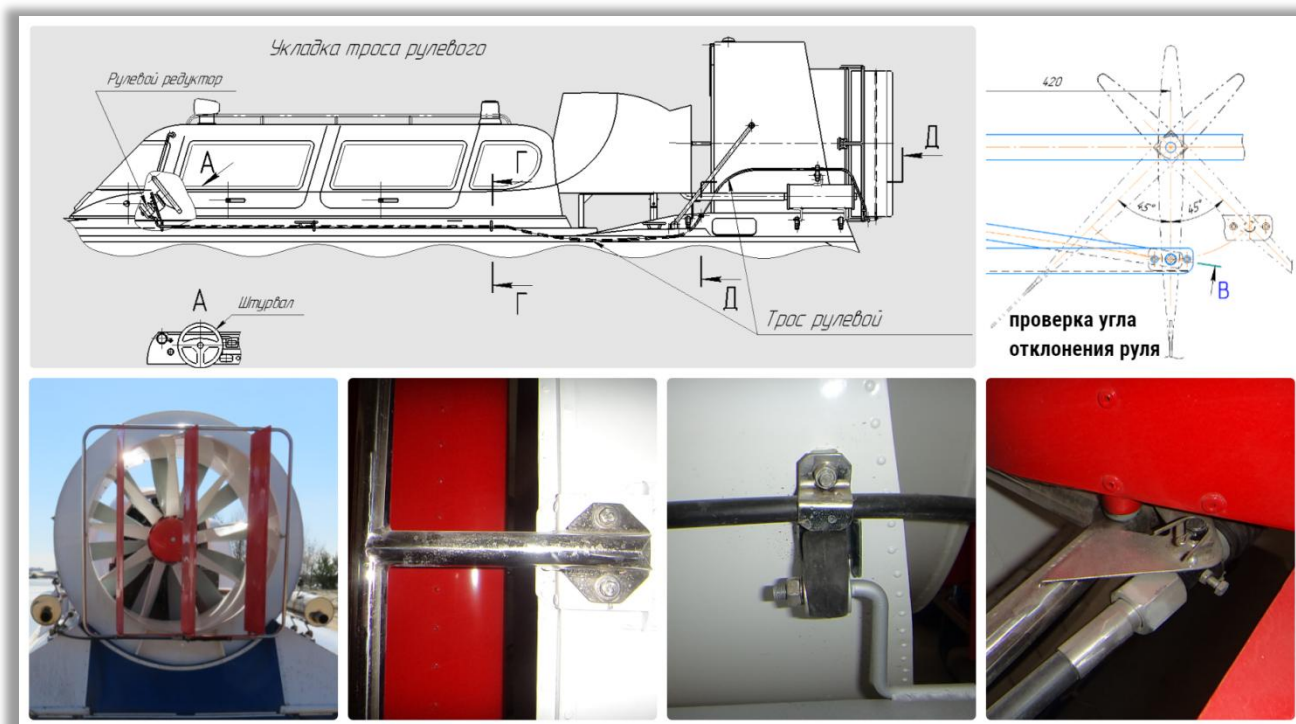

Рисунок XIV-1
- 1) Осмотрите рулевой блок в кормовой части судна. Проверьте надежность крепления рулевого блока на насадке (Рисунок XIV-1).
- 3) Убедитесь в надежности крепления штуртроса на качалке и оси пера руля (Рисунок XIV-1).
- 4) Измерьте максимальный угол отклонения пера руля от нейтрального положения (Рисунок XIV-1). Убедитесь, что отклонения влево-вправо не превышают 45° . Нейтральное положение рулей должно соответствовать нейтралю штурвала.
- 5) Осмотрите видимую часть рулевого устройства на посту управления судном. Проверьте надежность крепления штурвала и рулевого троса на рулевом редукторе (Рисунок XIV-1).